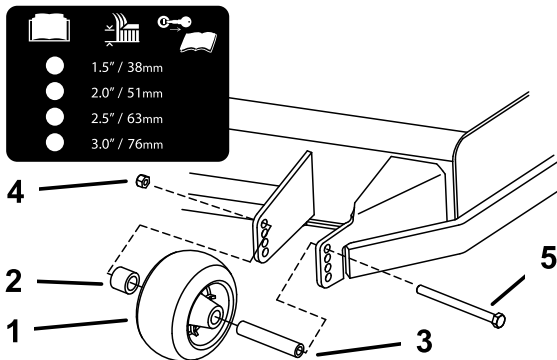

Figura 19
4. Asegúrese de que están instalados los espaciadores y los casquillos (Figura 19).